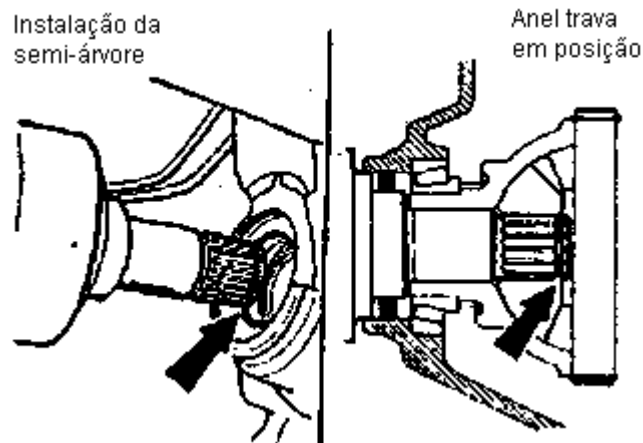

Figura 26: Instalação da semi-árvore.
- 7 . Instalar um novo anel-trava na semi-árvore esquerda e inseri-la na transmissão, fazendo pressão sobre a parte externa da roda para que a trava fique perfeitamente encaixada na planetária (Figura 26);